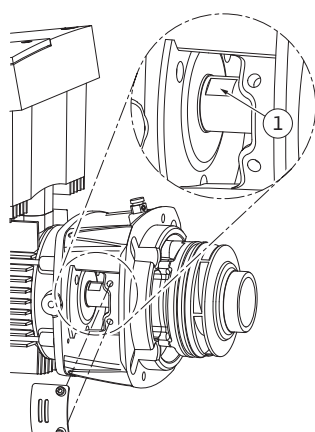

Fig. 51: Nyckelytor på axeln
15. För in en blocknyckel, optimal nyckelvidd 22 mm, i lanternans öppning och håll fast axeln mot nyckelytan (Fig. 51, pos. 1). Dra ut pumphjulsmuttern (Fig. 7, pos. 15). Pumphjulet (Fig. 7, pos. 16) dras automatiskt bort från axeln.
24. Montera pumphjulet genom att föra in en blocknyckel, optimal nyckelvidd 22 mm, i lanternans öppning och hålla fast axeln mot nyckelytan (Fig. 51, pos. 1).